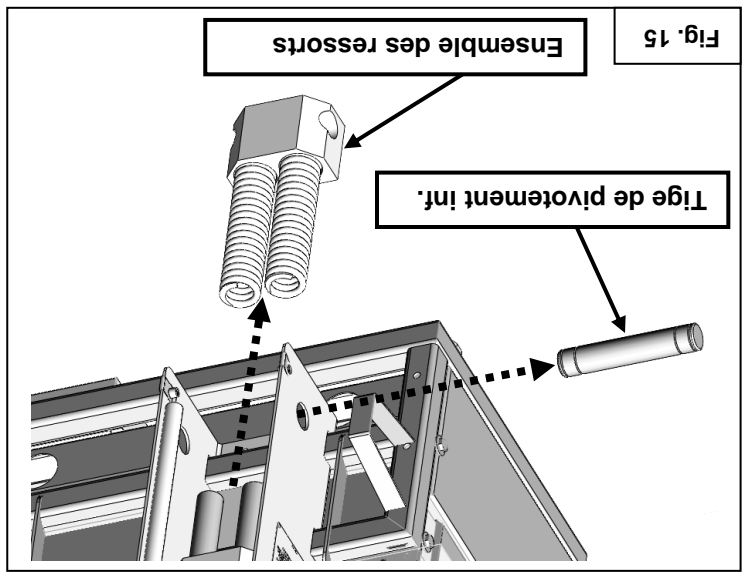

Fig. 13 Fig. 14 Fig. 15
15. Retirez les couvercles de l'armature des ressorts supérieur et arrière. Fixez-les en position élevée. Fig. 13.